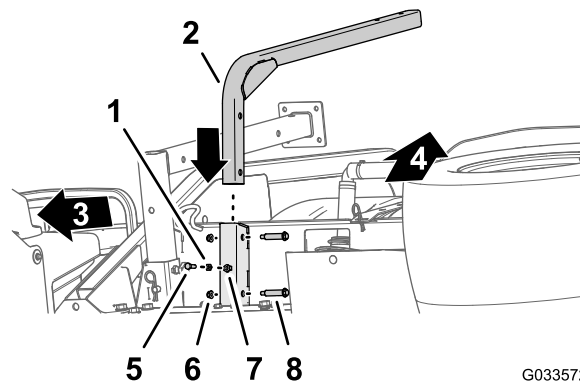

Figura 46
1. Alinee el tubo de sujeción del depósito de agua limpia con el perfil de apoyo del depósito (Figura 46).
2. Alinee los orificios del tubo de sujeción con los orificios de la ranura (Figura 46).
3. Sujete el tubo a la ranura (Figura 46) con los 2 pernos de cuello largo (1/2" x 1-15/16") y las 2 contratuercas (5/16").
5. Enrosque la contratuerca (5/16") en el perno (5/16" x 1") como se muestra en la Figura 46.
6. Enrosque el perno (5/16" x 1") y la contratuerca en la tuerca soldada de la parte inferior del perfil de apoyo del depósito, y apriete el perno y la contratuerca a mano (Figura 46).